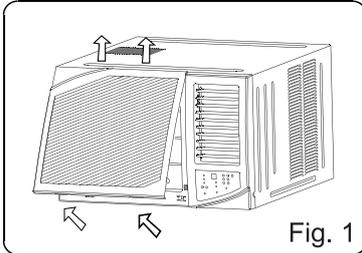

Fig. 1
1. En la ranura de la rejilla de entrada de aire sostenga la lengüeta y levántela, después saque la rejilla (vea Fig. 1).